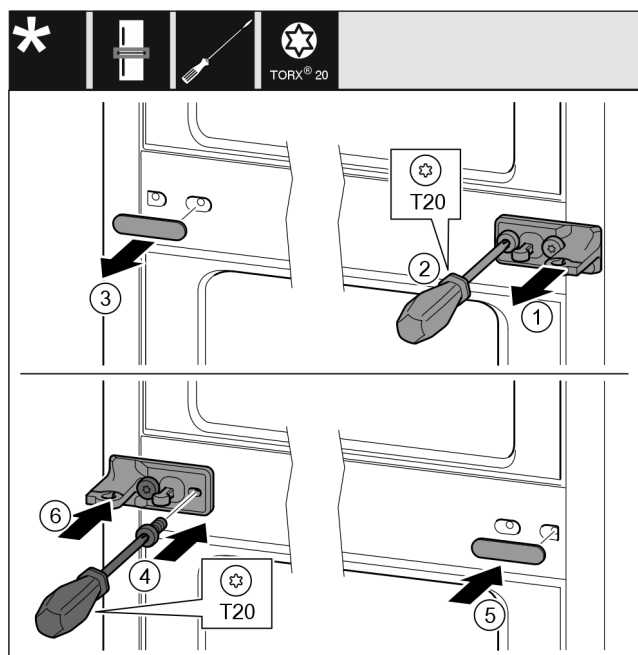

Fig. 10
- ▶ Noņemiet aplāksni. Fig. 10 (1)
- ▶ Izskrūvējiet skrūves ar skrūvgriezi T20. Fig. 10 (2)
- ▶ Noņemiet uzmanīgi pārsegu. Fig. 10 (3)
- ▶ Pieskrūvējiet stingri gultņa balstu ar plēvi, pagrieztu par 180°, otrajā pusē. Fig. 10 (4)
- ▶ Piestipriniet pārsegu, pagrieztu par 180°, otrajā pusē. Fig. 10 (5)
- ▶ Uzbīdīet aplāksni no priekšas. Fig. 10 (6)